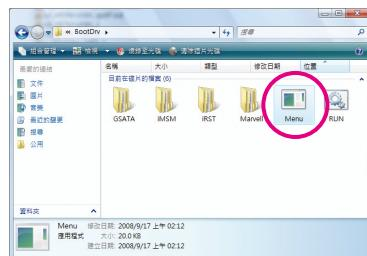
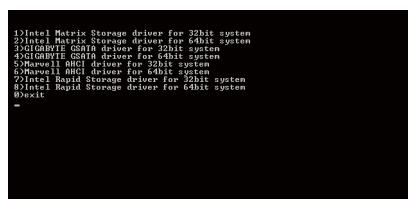

图2
图3
- 2：进入光盘中「BootDrv」文件夹，双击「Menu.exe」文件(图2)后会出现「命令提示字符」画面，内含如图3的控制器选单。
- 3：放入空白软盘。按下SATA控制器驱动程序代码后再按<Enter>键。以图3的选单为例：